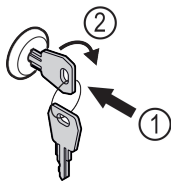

Fig. 140
- ▶ Włożyć kluczyk Fig. 140 (1).
- ▶ Przekręcić kluczyk o 90° w prawo Fig. 140 (2).